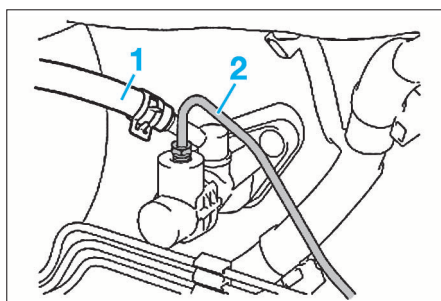
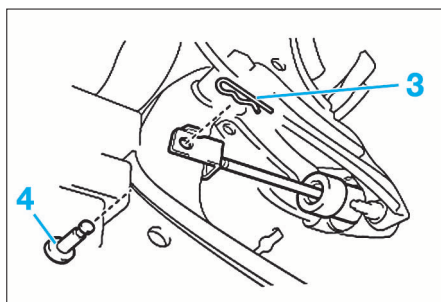

FIG. 7
FIG. 8
- Enlever la durit (1) venant du réservoir (fig. 7).
- Séparer la canalisation (2) de l'émetteur d'embrayage.
- Dans l'habitacle, déposer (fig. 8) :
- l'agrafe (3) et l'axe (4).